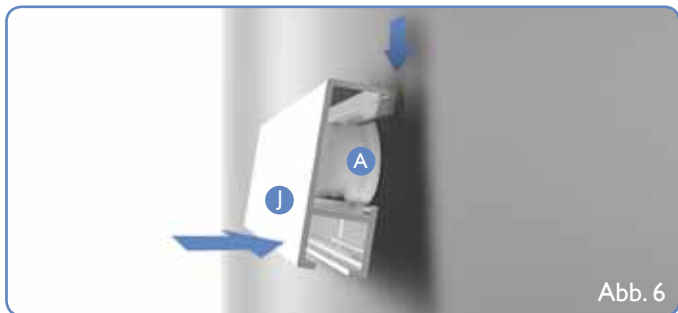

Abb. 6
2. Die Schiene **J** wird auf die Befestigungsclips **A** aufgedrückt bis sie einrastet. (Abb.6)